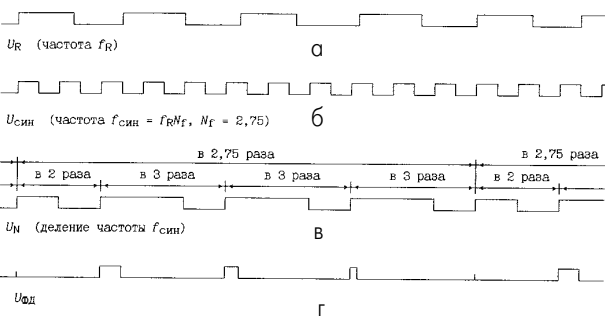

рис. 3
Процесс деления рассмотрим на примере с  $N_f = 2,75$ , для которого M = 2, K = 3 и F = 4. Представим  $N_f$  в виде суммы  $8/4 + 1/4 + 1/4 + 1/4$ , которую перепишем как  $2/4 + (2+1)/4 + (2+1)/4 + (2+1)/4$ . На рис.3 показаны эпюры напряжений в цепях СЧ, где  $U_R$  – напряжение на входе ФД (рис.3,а),  $U_{\text{син}}$  – напряжение на выходе СЧ и соответственно на входе делителя "Fractional-N" (рис.3,б). В соответствии с приведенной числовой записью коэффициента  $N_f$  раз-
делим частоту следования двух импульсов из последовательности  $U_{\text{син}}$  (согласно числу в числителе первого слагаемого в записи) на два, а частоту следования импульсов остальных трех групп, содержащих по три импульса (согласно числам в числителе остальных слагаемых), – на три (рис.3,б,в). В результате, на выходе будут получены четыре импульса (рис.3,в), соответствующие 11 импульсам на входе ФД (рис.3,б). Коэффициент деления равен требуемому значению  $11:4 = 2,75$ .
**Сравнение синтезаторов с "Integer-N" и "Fractional-N".** Применение делителей "Fractional-N" дает синтезаторам преимущества по сравнению с применением делителей "Integer-N", так как требуемое значение  $f_{\text{син}}$  можно получить, согласно формуле (1), при меньшей величине  $N_f$  (например, 2,75 вместо 275) и соответственно большей величине  $f_R$ . При меньшем  $N_f$  синтезатор обладает большим быстродействием при перестройке, так как его постоянная времени, пропорциональная  $N$ , меньше. Кроме того, при большей  $f_R$  синтезатор обладает меньшим фазовым шумом, модулирующим синтезируемый сигнал [4].
**Фазовое детектирование и режим работы системы ФАПЧ.** В качестве ФД в синтезаторах используют обычно спусковой частотно-фазовый детектор, обладающий двухполярной линейной характеристикой фазового детектирования в диапазоне от  $-2\pi$  до  $2\pi$ , а в качестве Ф – пропорционально-интегрирующие цепи, обеспечивающие астатизм системы ФАПЧ по отношению к фазе. При этом система ФАПЧ с делителем "Integer-N" работает с нулевым рассогласованием и соответственно с нулевыми пульсациями на выходе ФД в установившемся режиме. Для делителя "Fractional-N" положение осложняется тем, что на выходе ФД существуют импульсы с переменной длительностью, показанные на рис.3,г и обусловленные разностью фаз сигналов на рис.3,а,в. Поэтому в